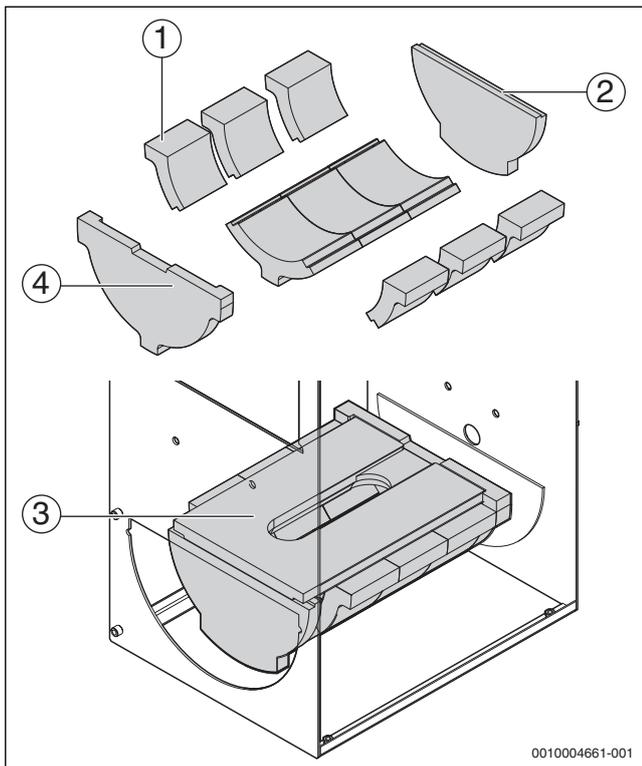
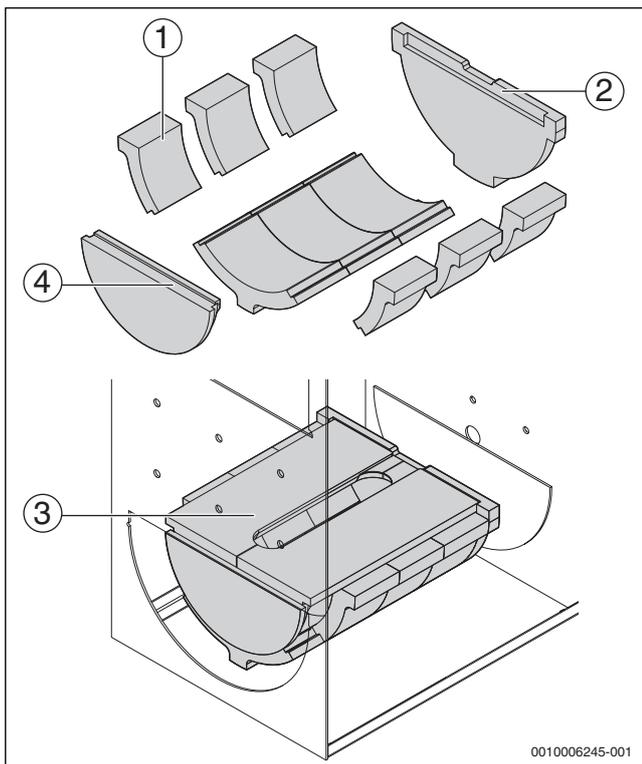
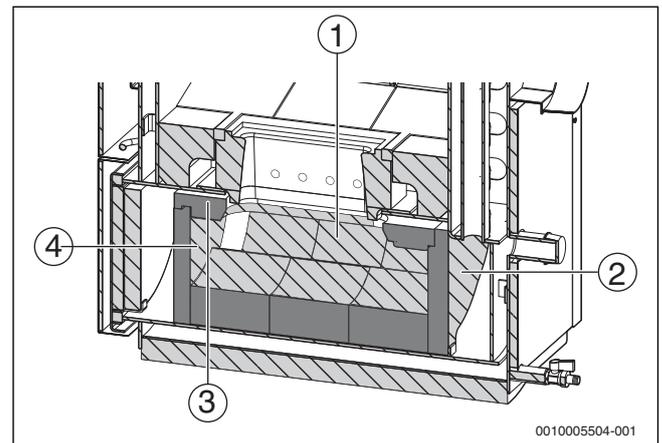

Рис. 7 Положение шамотных камней в топке, тип котла 22 и 30 кВт
Рис. 8 Положение шамотных камней в топке, тип котла 40 и 50 кВт
Рис. 9 Установленные шамотные камни, тип котла 22 и 30 кВт
**Пояснения к рис. 7, рис. 8, рис. 9 и рис.:**